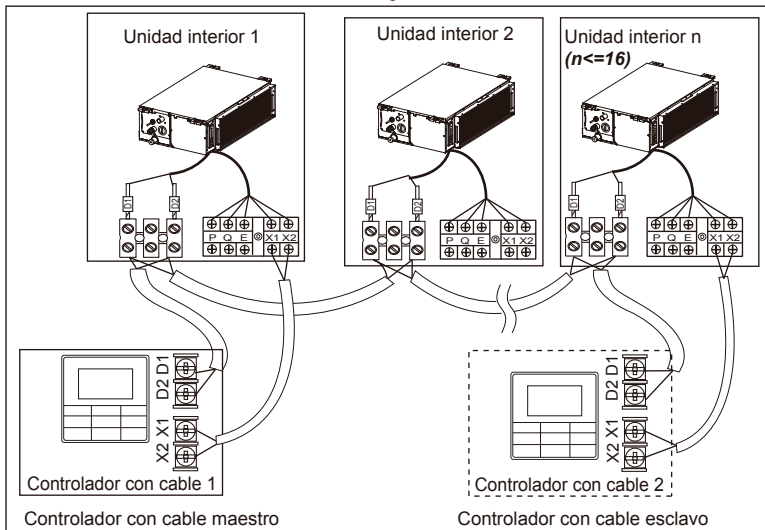

Figura 7.8
- Utilice 1 controlador con cable para controlar múltiples unidades interiores o 2 controladores con cable (un controlador maestro y uno esclavo) para controlar múltiples unidades interiores (véase figura 7.8);